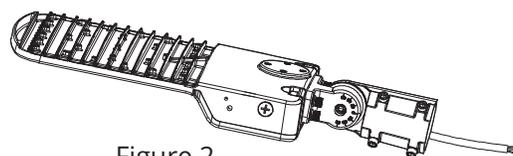

Figure 2
- 3** Fixez l'autre pièce de l'adaptateur d'emboîtement séparée à l'étape 2 au luminaire à l'aide de la quincaillerie fournie, puis faites passer le cordon dans l'autre moitié de l'adaptateur d'emboîtement. (Figure 2)
- 4** Vissez les deux pièces de l'adaptateur d'emboîtement, puis réglez l'angle, au besoin. (Figure 2)